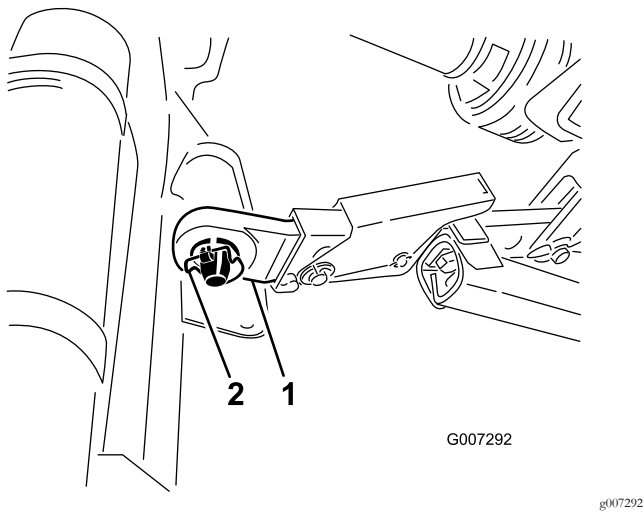

図6
- ヒッチピンに左右の下リンクアームを挿入する 図6。
- リンチピンで、下リンクアームをヒッチピンに固定する 図6。